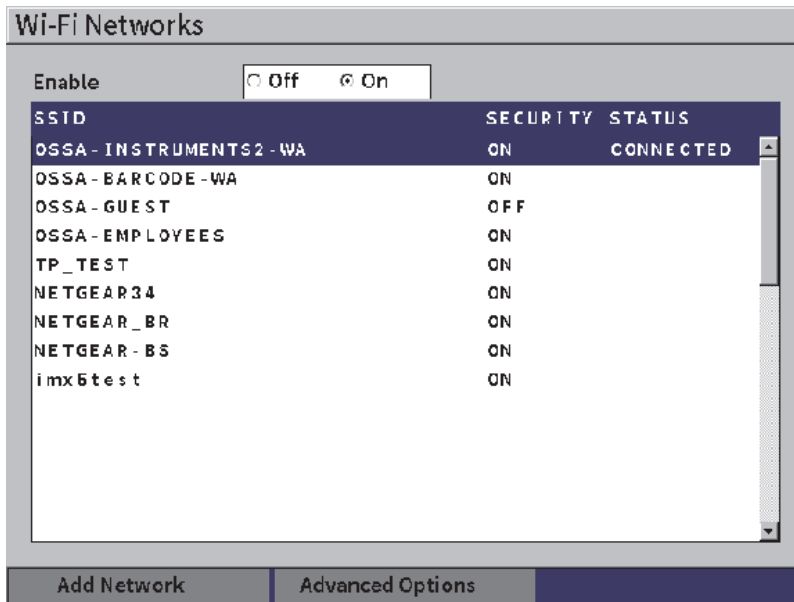

Figura 10-1 Página de configuración Wi-Fi Networks
2. Seleccione el ícono **Wi-Fi** () para abrir la página de configuración **Redes Wi-Fi** (vea la Figura 10-1 en la página 170).